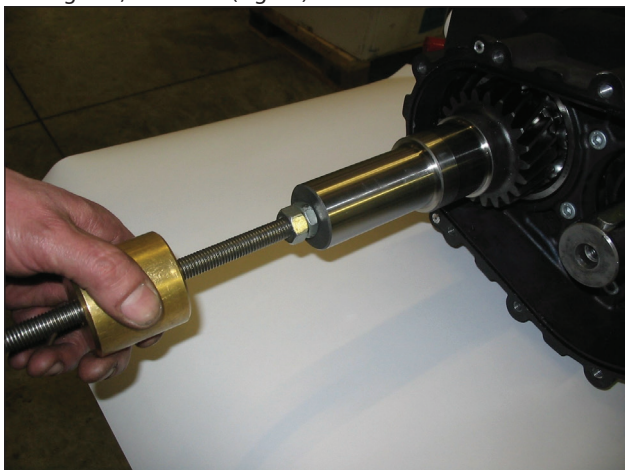

Fig. 20
- Retire o pinhão usando um extrator de mecanismo de percussão para aplicar no furo M12 (Fig. 20).